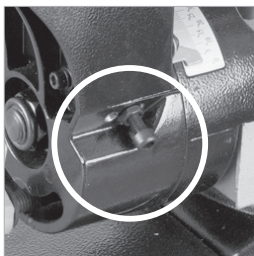

Abb. 18
- Verwenden Sie einen Inbusschlüssel, um die Einstellschraube nach Bedarf ein- oder auszuschrauben. **(Abb. 18)**